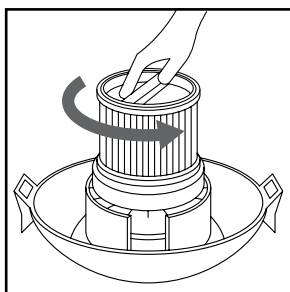

FIGURA 13
18. Para quitar el filtro para limpiarlo, sostenga nuevamente la cubierta del depósito y gire el retenedor del filtro en sentido contrario a las agujas del reloj para aflojarlo y quitarlo. **(FIGURA 13)**